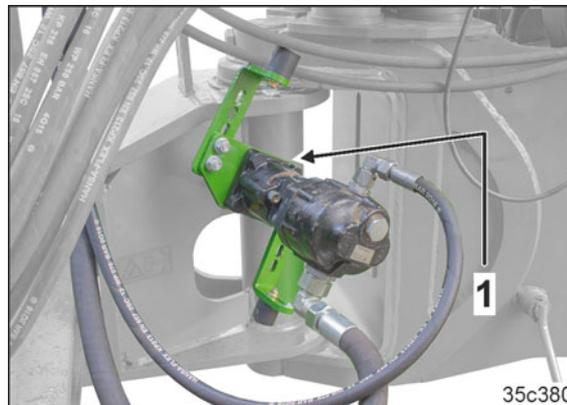

Fig. 144
14. Déposer la pompe hydraulique à prise de force en position de stationnement (Fig. 144/1)